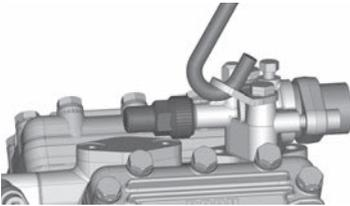
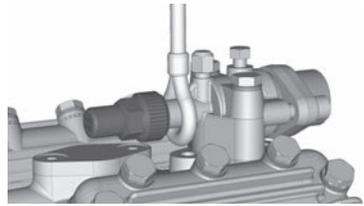

Fig. 4
Fig. 5
- Transport et suspension possibles sur l'anneau de levage (Fig. 4) ou directement sur le robinet d'arrêt au reflux (Fig. 5).